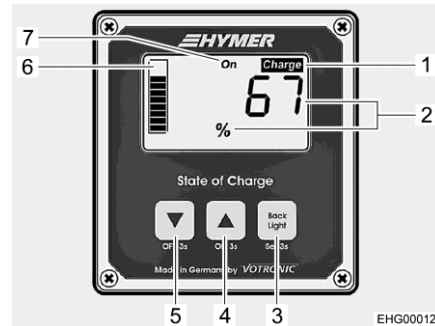

Fig. 142 Pannello indicatore (indicazione dello stato di carica complessivo)
**Illuminazione del display** Quando si preme un tasto sul pannello di controllo, l'illuminazione del display si accende automaticamente. Se non si preme alcun tasto per 3 minuti, l'illuminazione si spegne automaticamente. L'illuminazione del display può essere spenta manualmente con il tasto (Fig. 142,3).
**Stato di carica complessivo (SOC), indicazione** Il display mostra lo stato di carica complessivo delle batterie piombo-acido e al litio, noto come "state of charge" (SOC). Il valore SOC della batteria è espresso in percentuale (Fig. 142,2) e viene visualizzato anche sotto forma di grafico a barre (Fig. 142,6).
- Quando il display visualizza l'indicazione di tensione: Premere brevemente il tasto (Fig. 142,4) o (Fig. 142,5) per passare alla visualizzazione del valore SOC della batteria (Fig. 142,2).
Se il valore SOC scende al di sotto del 20 %, l'indicatore "Charge" (Fig. 142,1) lampeggia. In questo caso caricare le batterie.
- Se il display mostra il valore SOC: Premere brevemente il tasto (Fig. 142,4) o (Fig. 142,5) per passare alla visualizzazione della tensione della batteria (Fig. 143,1).